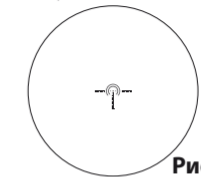
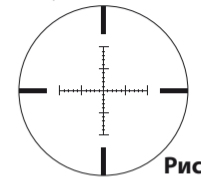
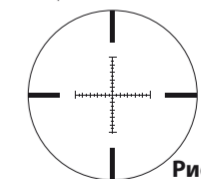

Рис. 3-4
Рис. 3-5
Рис. 3-6
- 1 Посмотрите в окуляр так, чтобы глаз находился на расстоянии примерно 10 см (4 дюйма) от линзы окуляра, и была видна визирная сетка SPEEDFORCE (Рис. 3-4), визирная сетка X-MOA (Рис. 3-5) или визирная сетка X-MRAD (Рис. 3-6). Глаз должен смотреть по центру окуляра и с правильным выносом выходного зрачка, иначе изображение будет выглядеть «затемненным».